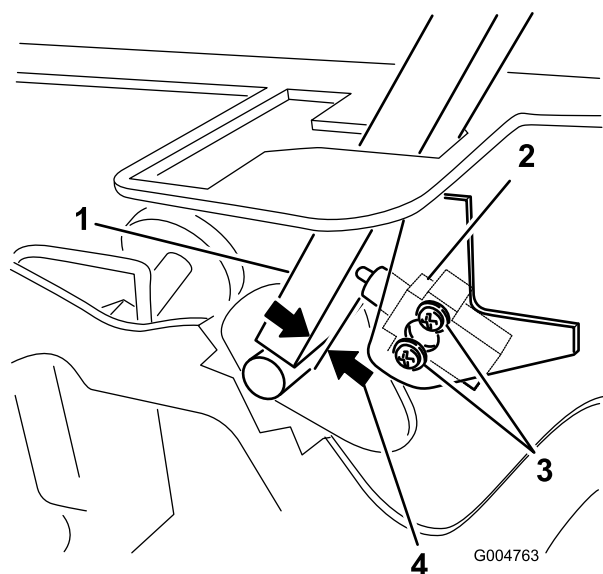

図 52
3. インタロックスイッチを固定しているねじ2本を取り外す(図 52)。
4. コントロールレバーをフレームに押し付けた状態でスイッチをレバーの方へ移動させて、図 52のようにレバーとスイッチボディとの距離を 0.41mm に調整する。